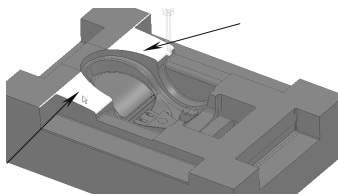

图 4-55 选择 2 个曲面
1) 创建顶部浅滩曲面加工用边界: 按住键盘上的<Shift>键不放, 在绘图区中选图 4-55 所示曲面(共计 2 个对象)。